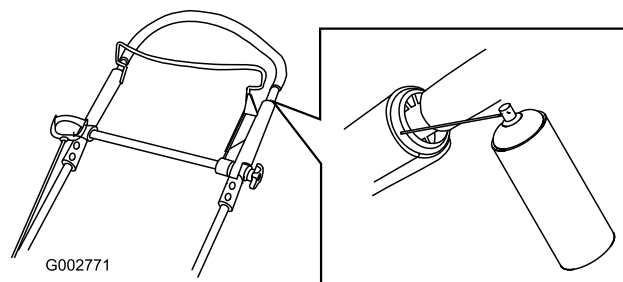

Figure 40
1. Pulvérisez l'extrémité en plastique extérieure de la poignée intérieure (Figure 40).